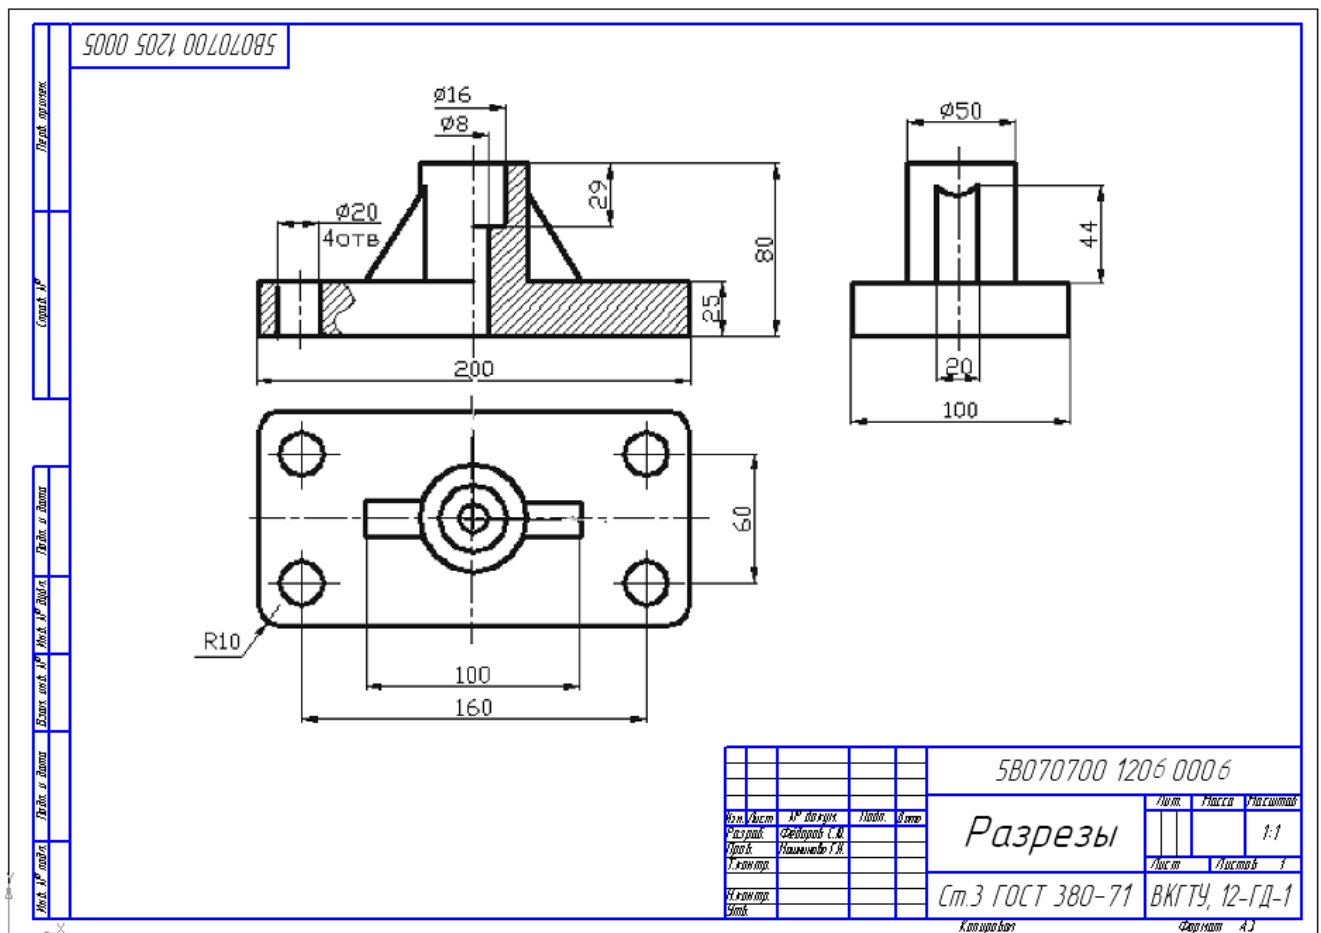

Рисунок 1
7. Оформить чертёж в соответствии с требованиями ЕСКД (рис. 1).